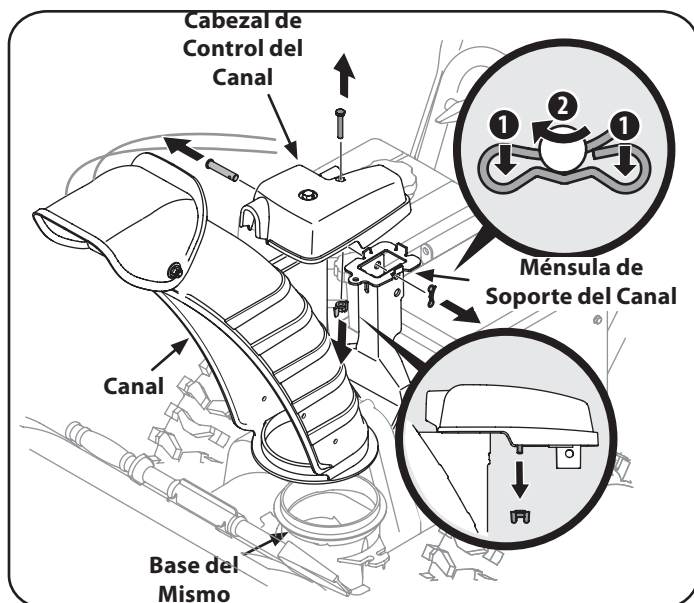

Figura 3
2. Retire el pasador de chaveta, la tuerca de mariposa y el tornillo hexagonal del cabezal de control del canal, y el pasador de horquilla y el pasador de chaveta con unión curva de la ménsula de soporte del canal. Vea la figura 3.